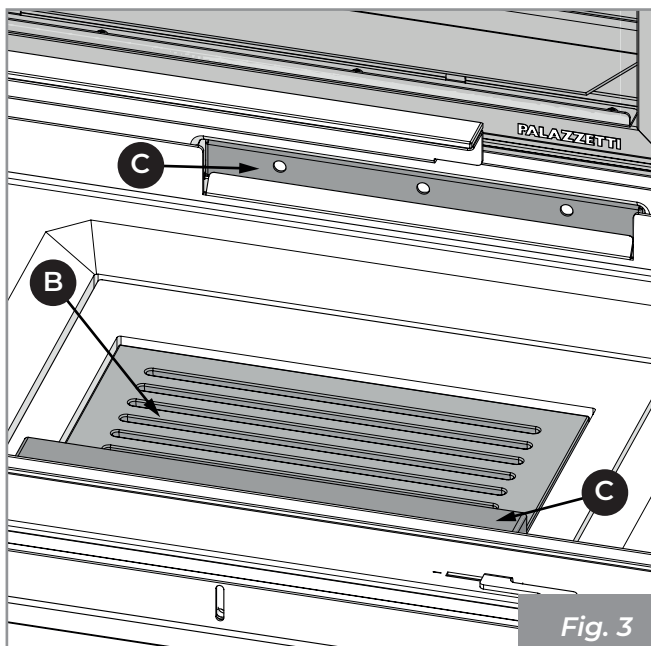

Fig. 3
- 3) Apoyar con cautela las piezas de leña en la cámara de combustión teniendo cuidado de no cubrir totalmente las ranuras en la rejilla (B) y los orificios delanteros y traseros del distribuidor de aire comburente (C) (Fig. 3).